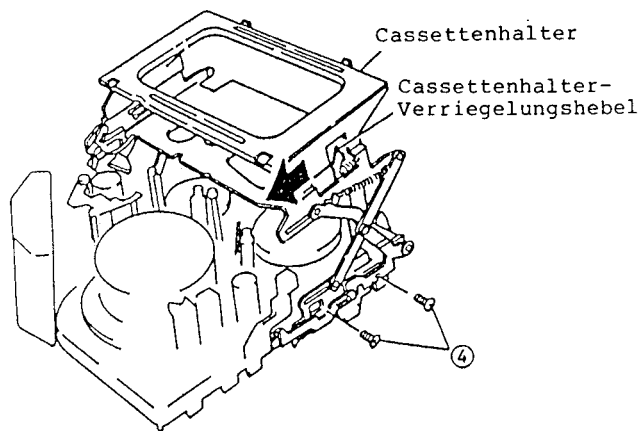

Abb. 2-52
3. Den Cassettenhalter-Verriegelungshebel in Pfeilrichtung bewegen, um den Cassettenhalter anzuheben (siehe Abb. 2-52).
4. Vier (4) Befestigungsschrauben des Cassettenhalters entfernen und den Halter gemeinsam mit dem Halterschalter von dem Chassis abnehmen (siehe Abb. 2-52, 2-53).